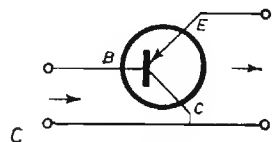

Fig. 117
**Base a massa** (fig. 117 A)
**Emettitore a massa** (fig. 117 B)
**Collettore a massa** (fig. 117 C)